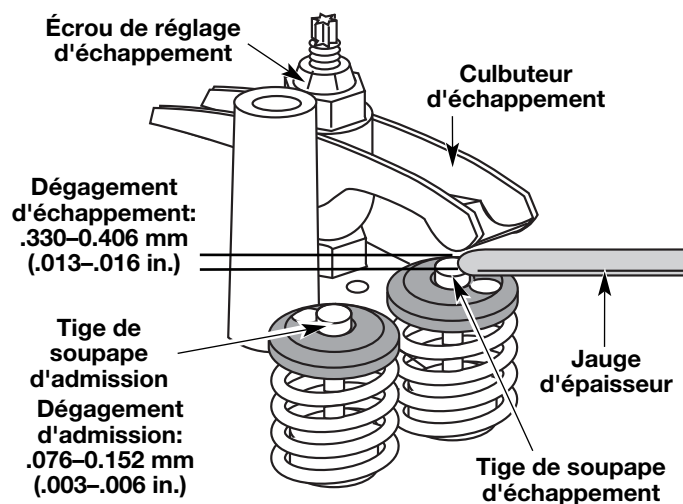

Fig. 67
Servez-vous d'une jauge d'épaisseur d'automobile standard de 0,127 et 0,381mm (0,005 et 0,015 po). La jauge d'épaisseur devrait pouvoir glisser entre le culbuteur et la tige de soupape en rencontrant une faible résistance mais sans coller (Fig. 67).
- Tournez l'écrou de réglage à l'aide d'une clé de 8 mm (5/16 po) ou d'un tournevis à embout hexagonal (Fig. 67).